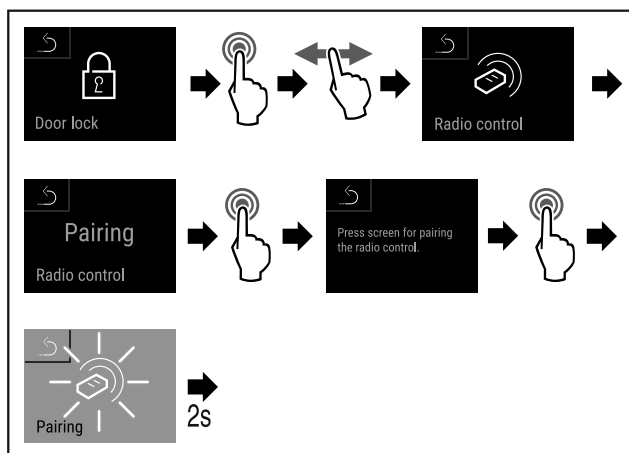

Fig. 100
- ▶ Eseguire i passi (vedere Fig. 100) .